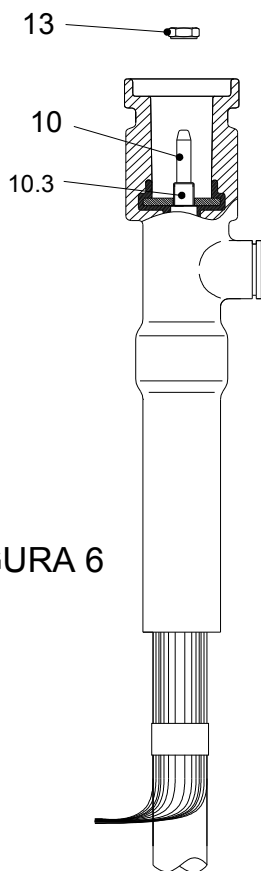

FIGURA 6
Introduzir a TERMINAÇÃO TDER-C (11) no cabo até que a rosca (10.3) do TERMINAL DE CABO (10) esteja visível na parte interna e possibilite a montagem da PORCA DE FIXAÇÃO (13) como indicado na FIGURA 6. Apertar o PORCA DE FIXAÇÃO (13) com o dispositivo que acompanha o jogo de montagem com torque aprox. 15 Nm.